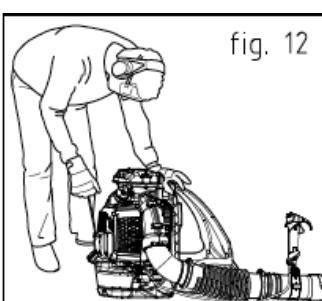

fig. 12
4. Segure a máquina com firmeza com a mão esquerda no guiador (1) para não perder o controle da máquina durante o arranque. (fig. 12)
5. Puxe devagar do puxador de arranque (16) uns 10-15 cm até encontrar alguma resistência; depois tire com mais força duas ou três vezes até ouvir o primeiro arranque (fig.12)
7. Puxe mais uma vez do puxador de arranque (16) até o motor arrancar. (fig. 12)
9. Acelere o motor com o gatilho de aceleração (9) para esquentá-lo antes de utilizar a máquina.